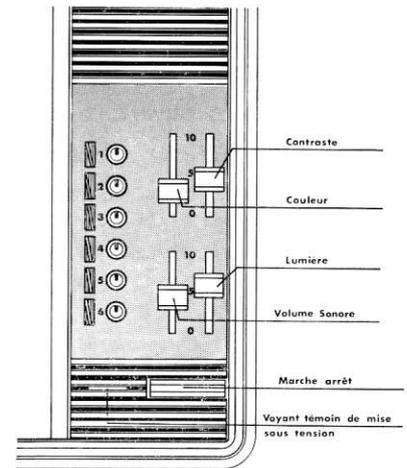

Fig. 8
Situés à l'avant sur le tableau de commandes (fig. 8) :
Exercer une traction sur la partie centrale (T) de la touche et la tourner simultanément pour placer le trait repère (R) (fig. 7) en face de la position correspondant à la bande désirée (voir tableau, fig. 8).